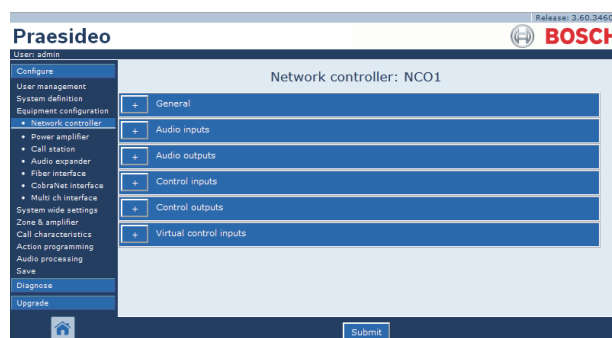

figura 44.3: Configurazione del controller di rete, passaggio 2
- 2 Fare clic sul nome del controller di rete che deve essere configurato. Nella cornice principale dell'interfaccia web appare una schermata simile a quella in figura 44.3.